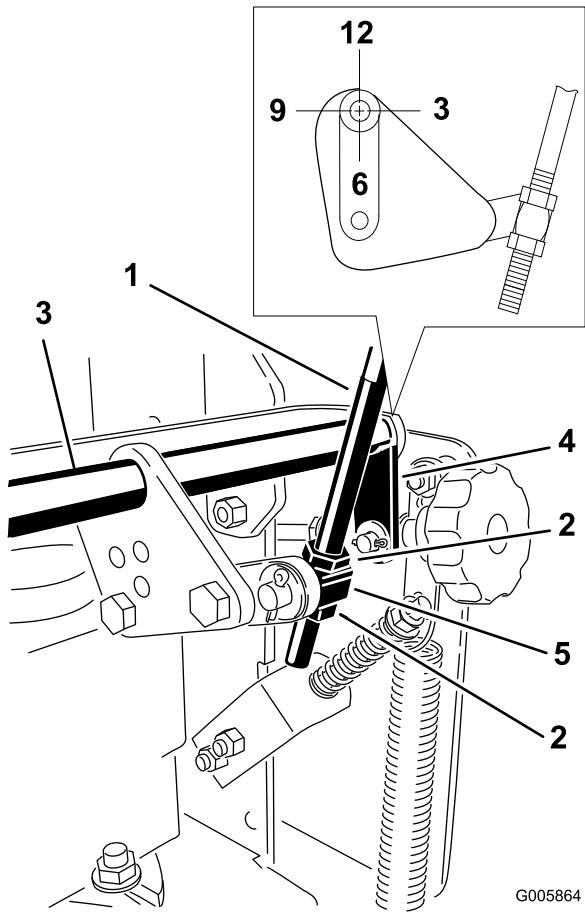

Figura 45
5. Compruebe la orientación de las barras laterales situadas en los extremos del la barra de control de velocidad. Estas barras deben estar orientadas hacia abajo en la posición de las 6 aproximadamente (Figura 45).
6. Si es necesario ajustarlas, afloje las tuercas en ambos lados del pivote de la varilla de control de velocidad (Figura 45).
7. Ajuste el pivote hasta que las barras estén en la posición de las 6 (Figura 45).
8. Apriete las tuercas en ambos lados del pivote (Figura 45).
11. Si es necesario, ajuste el pivote de la varilla de control de velocidad para centrar la palanca (Figura 45).